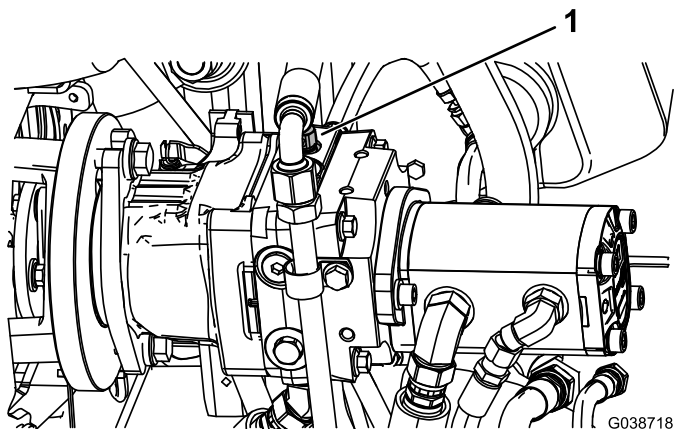

图26
1. 找到泵上的旁通阀逆时针旋转 2 整圈图26。
2. 启动发动机之前将旁通阀顺时针旋转 2 整圈关闭旁通阀图26。